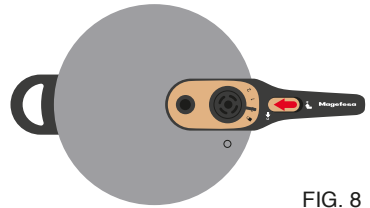

FIG. 8
No habrá presión en la olla mientras el sensor de presión (2) se encuentre en su posición más baja. Después de que toda la presión haya sido liberada, para poder abrir la olla, deslice el botón de apertura (4) hacia delante. Sujete el mango inferior (10) con su mano izquierda, y con la derecha sujete el mango superior (5). Gírelo suavemente en sentido contrario de las agujas del reloj para poder abrir la olla fácilmente (FIG. 8 y 9).